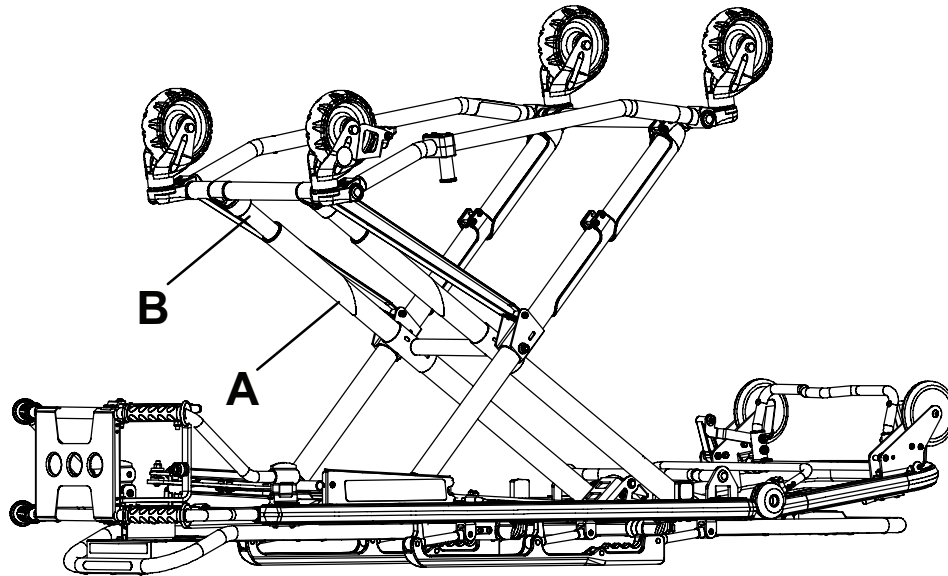

Abbildung 25 – Positionen zum Schmieren des Fahrgestells
3. **Tri-Flow™** mit **Teflon®**-Schmiermittel (6082-199-012) mit dem Kunststoff-Applikatorröhrchen in die Lücke zwischen den oberen (A) und unteren Hubholmen (B) an beiden Beinen des Fußendes sprühen (Abbildung 25).